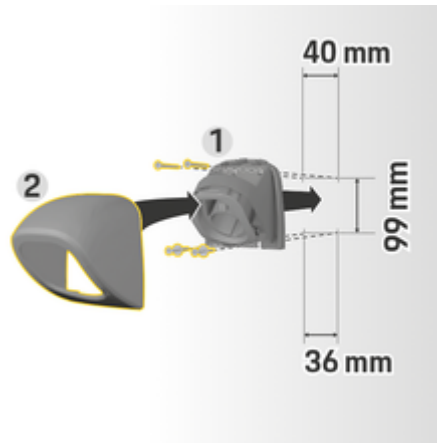

図.6 ドリル寸法
1. コネクターファスナー1(図.6)をカバー2(図.6)から取り外します。
4. コネクターファスナー1(図.6)を壁にネジ留めしてください。
5. カバー2(図.6)をコネクターファスナー1(図.6)に下から取り付け、押し上げてください。